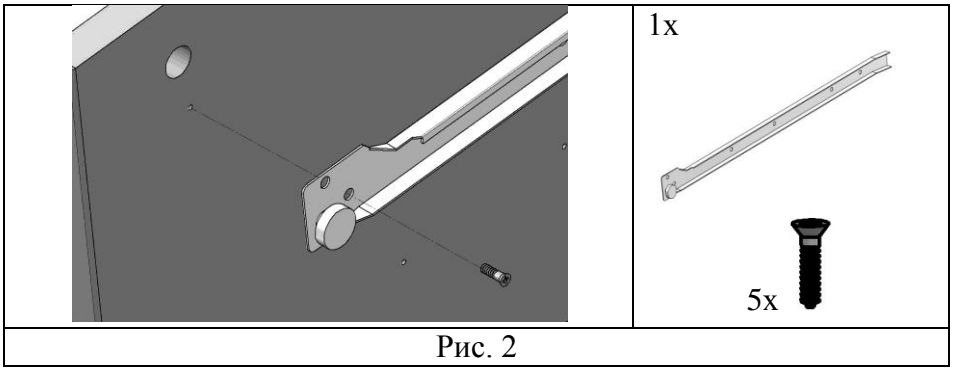

Рис. 2
4.1.2. К боковине левой (поз. 4) прикрутить направляющую роликовую левую L=500 (наружная) (поз. 14,) при помощи евровинтов ЕС4,0x13 или саморезов с потайной головкой 3,5x16 (поз. 8, пакет №34а), предварительно совместив отверстия с отверстиями в боковине левой (см. рис. 2).